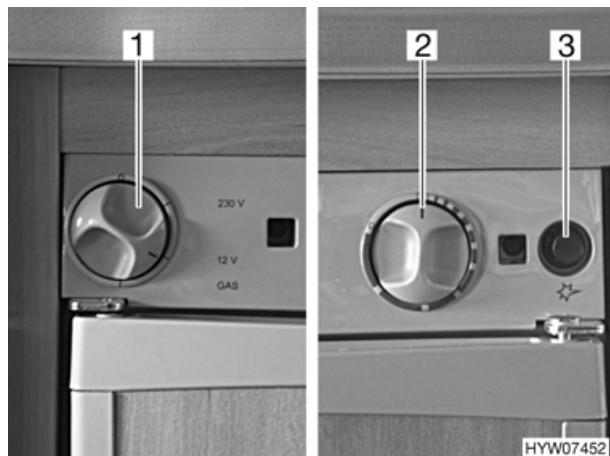

Fig. 87 Elementi di comando del frigorifero (variante 1)
- Posizionare il selettore di energia (Fig. 87,1) su "GAS".
- Premere il pomello girevole (Fig. 87,2) e tenerlo premuto. L'alimentazione di gas è ora aperta.
- Premere l'interruttore di accensione (Fig. 87,3) finché la fiamma non è visibile nella finestra di controllo (in basso a sinistra nel frigorifero).
- Tenere premuto il pomello girevole (Fig. 87,2) per altri 10 - 15 secondi, poi rilasciarlo.
- Posizionare il selettore di energia (Fig. 87,1) su "O". Il frigorifero è spento.
- Posizionare il selettore di energia (Fig. 87,1) su "230 V". L'indicazione di funzionamento diventa verde.
- Impostare la temperatura di refrigerazione con il pomello girevole (Fig. 87,2).
- Posizionare il selettore di energia (Fig. 87,1) su "12 V". L'indicazione di funzionamento diventa verde.